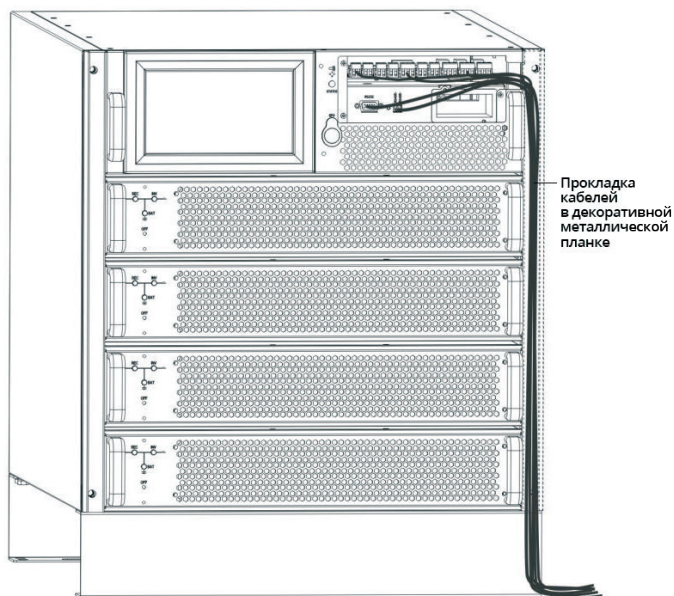

Рис. 4-12: прокладка кабелей (сухой контактор, RS485, SNMP)
2. Подключите кабели, как показано на рис. 4-12